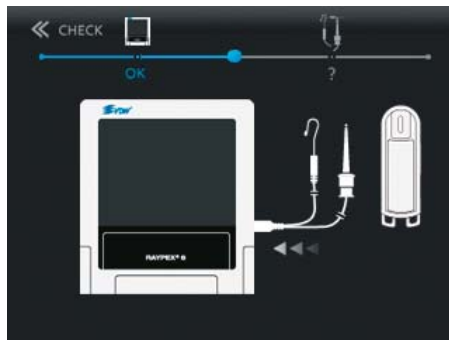

Fig. 32 Tilslutning af målekabel
- Slut målekablet til apparatet (fig. 32).